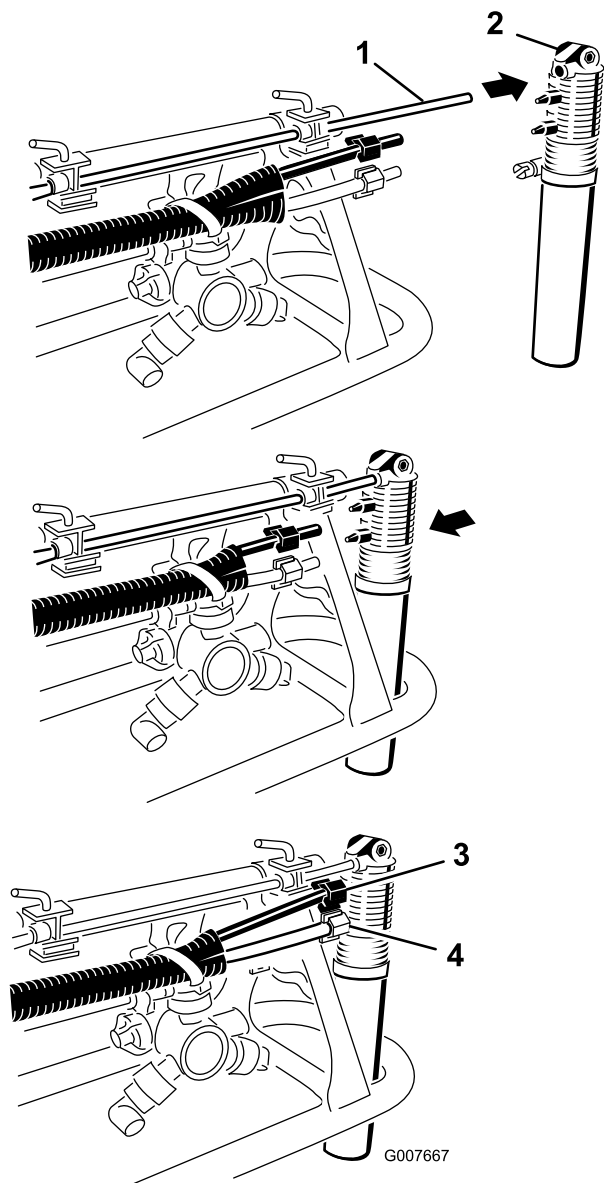

图 21
1. 如**图 21**所示找出散装零件中的泡沫喷嘴并将喷嘴安装至支撑棒上。